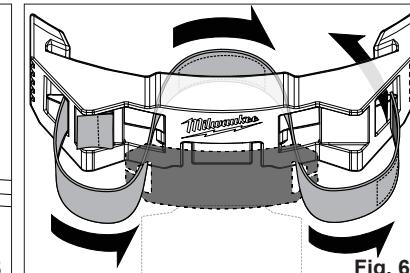

Fig. 5
- Slide the accessories into the desired side slot (Fig. 5). The tabs should "click" into place.
- Glisser les accessoires dans la rainure latérale désirée (Fig. 5). Les languettes devront « cliquer » en place.
- Deslice los accesorios en la ranura lateral deseada (Fig. 5). Las lengüetas deben hacer "clic" en su lugar.